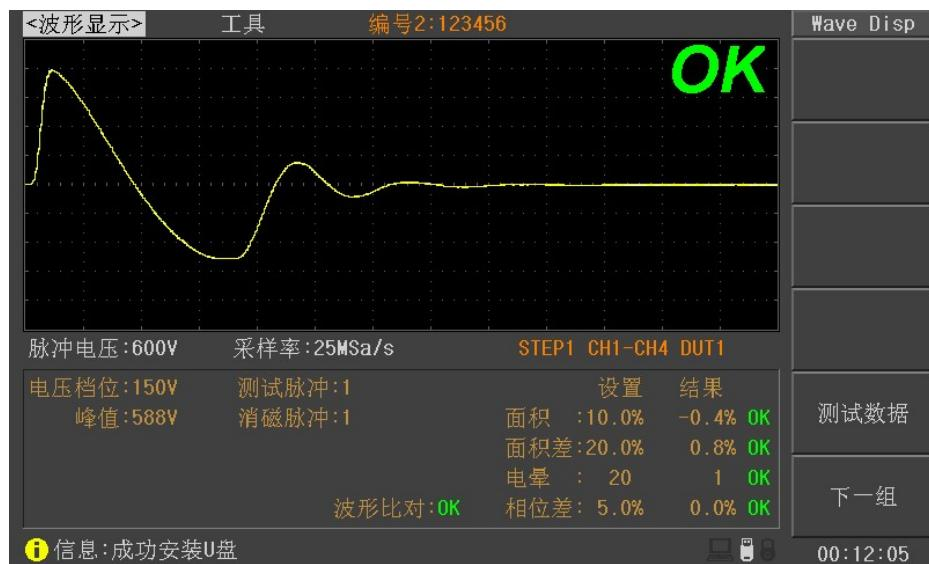

图 4-4-1-3 测试波形显示
4. 如果测试结果为不合格，在测试结束后会显示“FAIL”信息，并且不合格的测试项以红色显示（合格项绿色显示），并且不合格项会列出该项的上下限，使用户容易辨别不合格项（如图 4-4-1-4）。